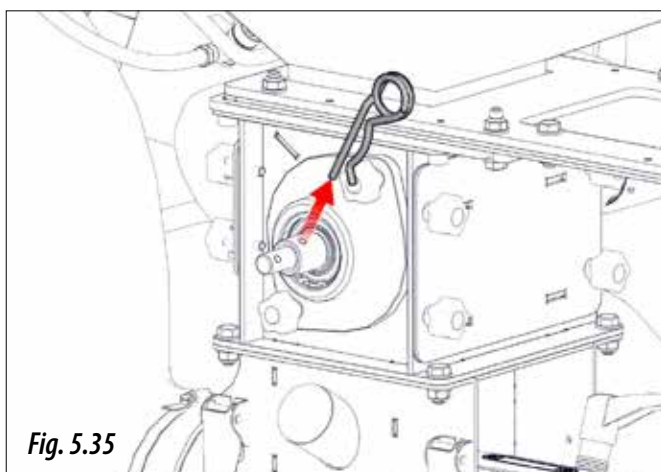

Fig. 5.35
**4.B.1-** Scoateți agrafa „R” (Fig. 5.35).